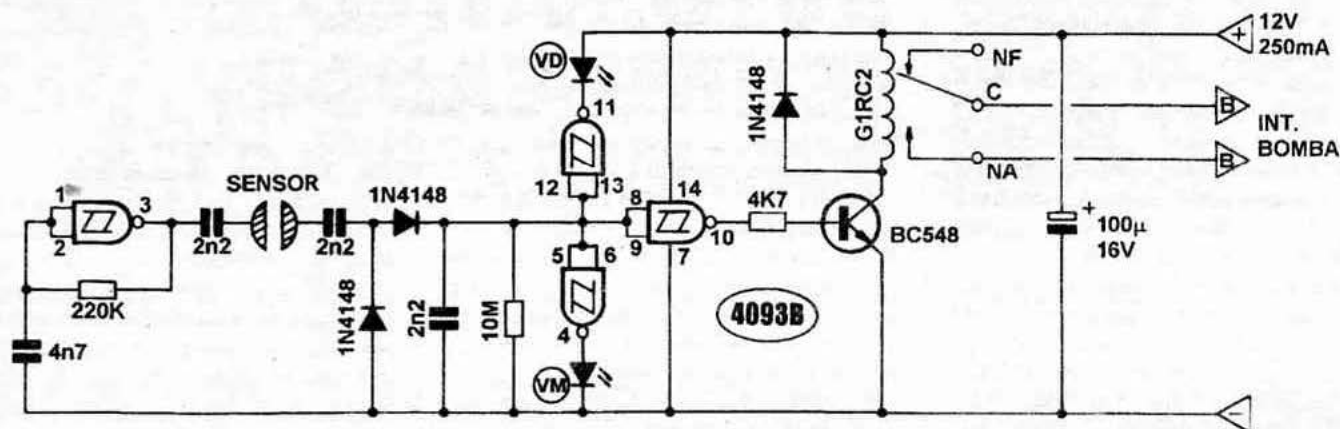

Fig. 1
- FIG. 1 - DIAGRAMA ESQUEMÁTICO DO CIRCUITO - No núcleo ativo do circuito, temos um barato e comum integrado da família digital C.MOS, o já bem conhecido (super-utilizado nas nossas montagens e projetos, pela sua versatilidade e facilidade de circuitagem, exigindo um mínimo de componentes passivos anexos...) 4093. Um de seus gates, o delimitado pelos pinos 1-2-3, trabalha em ASTÁVEL, oscilando sob frequência relativamente alta, determinada pelos valores do capacitor de 4n7 e resistor de 220K, com os sinais de saída aplicados a um dos eletrodos sensores, via capacitor de acoplamento no valor de 2n2... Estando o outro eletrodo sensor, metálico, mergulhado no mesmo meio condutivo (a água, no caso...),